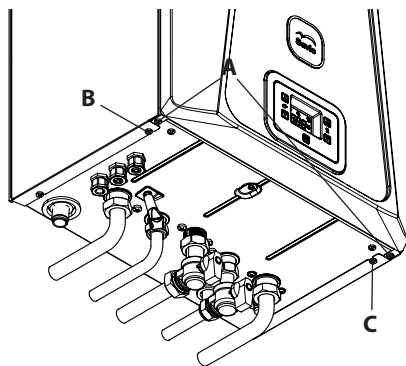
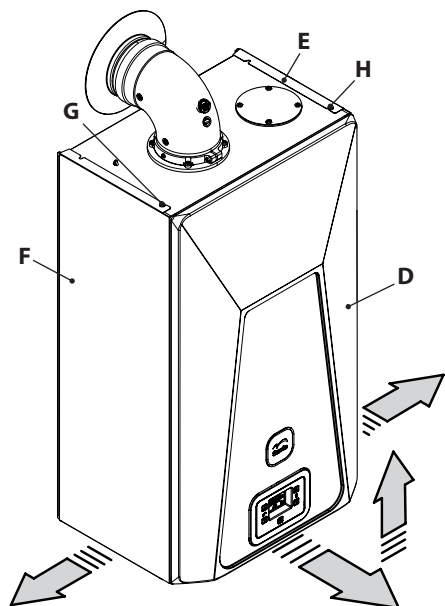

Figura 9.11
Figura 9.12
- Svitare le viti **A** e rimuovere il pannello frontale **D** tirandolo a sé e quindi spingendolo verso l'alto in modo da liberarlo dalle sedi superiori (Figura 9.11 e Figura 9.12).
- Allentare le viti **B, C, G e H** in Figura 9.11 e togliere i due pannelli laterali **E e F** tirandoli verso l'esterno.